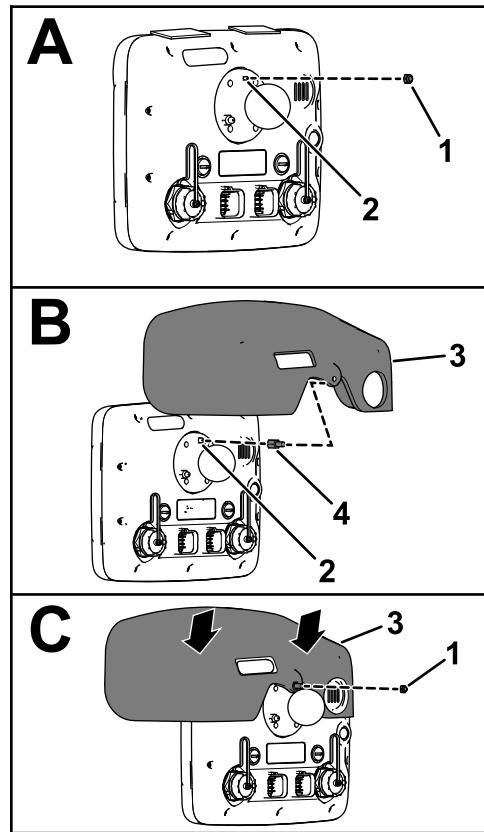

Рисунок 130
1. В задней части монитора опрыскивателя выверните верхнюю контргайку (5 мм) с резьбового стержня для шарового шарнира, при этом следует убедиться, что 2 разъема (26 контактов) были направлены вниз (вид А на Рисунок 130).
3. Наверните переходник на резьбовой стержень крепления шарового шарнира (вид В на Рисунок 130) и затяните переходник с моментом 250 Н·см.
6. Совместите отверстие в кожухе дисплея со стержневой частью резьбового переходника (вид В на Рисунок 130).
7. Установите кожух на монитор (вид С на Рисунок 130) при помощи контргайки (5 мм), снятой при выполнении пункта 1.